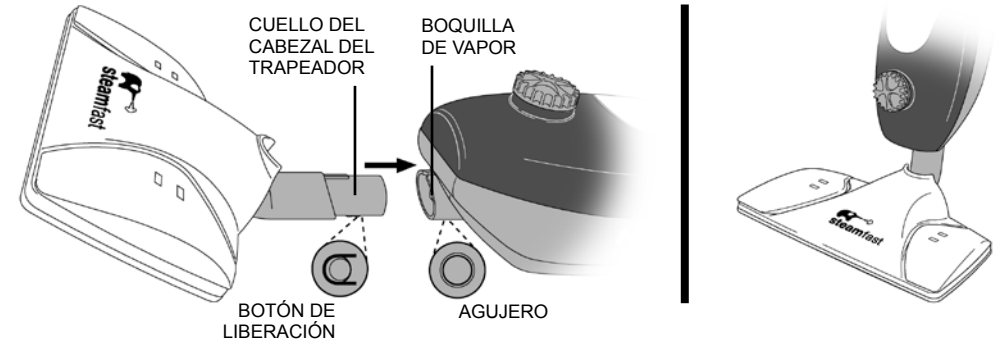

FIGURA 2
1. Alinee el Cabezal con la unidad principal como se muestra (FIGURA 2), para que el cuello esté en línea con la Boquilla de Vapor.